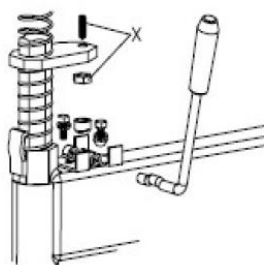

Рис. 12
**Примечание:** если шестигранный вертикальный стержень не блокируется или не соответствуют требованию 2-3мм между монтажной головкой и ободом, пожалуйста, настройте шестигранную стопорную пластину, см. рис. 12 и отрегулируйте её (X).